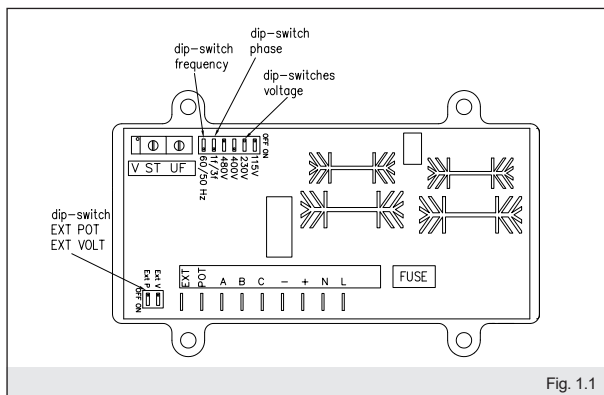
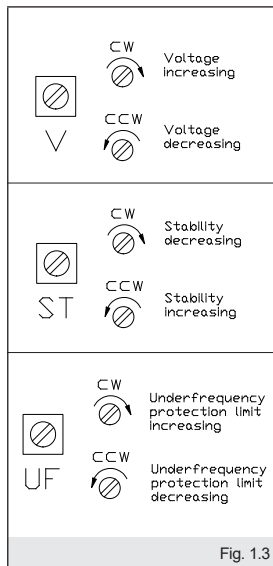

Fig. 1.1
Fig. 1.3
Impostare il DIP switch della scheda AVR in funzione della frequenza di esercizio (come indicato in fig.1.2). È possibile modificare la tensione di uscita agendo sul potenziometro "V" (vedi fig.1.3). Con il gruppo in moto alla velocità nominale, regolare fino ad ottenere il valore cercato. Se ad una piccola variazione di velocità la tensione varia, allora è necessario regolare prima la protezione di sotto-velocità.
The output voltage can be changed by adjusting potentiometer "V" (see fig.1.3). Run the generating set to its nominal speed and turn until the required voltage is obtained. If a small variation in speed causes a change in voltage, then the under speed protection should first be calibrated.
Selon la fréquence de travail (50Hz ou 60Hz), sélectionnez le dip-switch comme dans la figure 1.2. Il est possible de modifier la tension de sortie en agissant sur le potentiomètre « V » (voir fig.1.3). Avec le groupe en marche à la vitesse nominale, régler jusqu'à l'obtention de la valeur désirée. Si à une petite variation de vitesse la tension varie, il faut régler d'abord la protection de sous-vitesse. Les interrupteurs de tension de détection («dip-switches voltage» sur la fig.1.1) doivent être réglés comme suit:
Regolazione della stabilità (vedi fig.1.3): qualora si dovessero verificare delle fluttuazioni di tensione a carico, è possibile agire sul potenziometro «ST» che modula la prontezza di risposta del regolatore agli stimoli esterni, permettendo di eliminare eventuali instabilità del sistema alternatore - carico.
Regolazione della protezione della sottovelocità a 50 (60)Hz (vedi fig.1.3): portare il gruppo in rotazione regolandolo in modo da ottenere una frequenza di 46 (56)Hz. Ruotare il trimmer «UF» fino al punto in cui la tensione inizia a calare. Riportare il gruppo alla velocità nominale.
Stability adjustment (see fig. 1.3): if on load voltage fluctuations are experienced adjust potentiometer «ST», which modulates the reaction time of the regulator to external inputs, thereby eliminating any instability in the alternator-load system.
Setting of the under speed protection at 50 (60)Hz (see fig.1.3): start up rotation of the generating set adjusting it to obtain a frequency of 46 (56)Hz. Turn trimmer «UF» until the voltage begins to drop. Restore nominal speed.
Remote voltages adjustment: wire the potentiometer (5 k Ω , 1/2 W) to the free terminals «EXT POT». Set the «DIP switch Ext P» to the «ON» position and «Ext V» to the «OFF» position (see fig. 1.1). Run the generating set to its nominal speed and adjust the external potentiometer and eventually also the trimmer «V» to obtain the required voltage.
Contrôle de la stabilité (voir fig. 1.3): si des fluctuations de tension sous charge devaient se vérifier, il est possible d'agir sur le potentiomètre «ST» qui module la rapidité de réponse du régulateur aux stimulations extérieures, en permettant d'éliminer les éventuelles instabilités du système alternateur - charge.
Réglage de la protection de la sous-vitesse à 50 (60) Hz (voir fig. 1.3): porter le groupe en rotation en le réglant de manière à obtenir une fréquence de 46 (56) Hz. Tourner le trimmer « UF » jusqu'au point où la tension commence à baisser. Reporter le groupe à la vitesse nominale.
Raccordement d'un potentiomètre extérieur: enlever le cavalier des bornes et connecter le potentiomètre (5 k Ω , 0,5 W) aux extrémités libres «EXT POT». Placez le commutateur «DIP switch Ext P» sur la position «ON» et «Ext V» sur «OFF» (voir fig. 1.1). Porter le groupe à la vitesse nominale et agir sur le potentiomètre externe et éventuellement sur le trimmer «V» afin d'obtenir la tension désirée (voir fig. 1.3).
Die Ausgangsspannung kann am Potentiometer "V" verändert werden (Siehe Abb. 1.3). Bei mit Nenndrehzahl laufendem Aggregat auf den gewünschten Wert regulieren. Wenn bei geringfügiger Veränderung der Drehzahl auch die Spannung variiert, muss zunächst der Unterdrehzahlenschutz reguliert werden. Die Schaltspannungsschalter („dip-switches voltage“ in Abb.1.1) müssen wie folgt eingestellt werden:
Es posible modificar la tensión de salida actuando en el potenciómetro "V" (fig. 1.3). Con el grupo en movimiento a velocidad nominal, regular hasta obtener el valor deseado. Si con una pequeña variación de velocidad la tensión cambia, es necesario en este caso regular en primer lugar la protección de subvelocidad. Los dip-switches de la tensión de detección ("dip-switches voltage" en la figura 1.1) se deben configurar de la siguiente manera.
Stabilitäts Control (Siehe Abb. 1.3): sollten Spannungsschwankungen unter Last auftreten, kann auf den Potentiometer "ST" eingewirkt werden, welcher die Reaktion des Reglers auf externe Reize moduliert, so dass eventuelle Instabilitäten des Systems Drehstromgenerator – Last beseitigt werden.
Regelung der Unterdrehzahl auf 50 (60)Hz (Siehe Abb. 1.3): das Aggregat drehen lassen und so einstellen, dass eine Frequenz von 46 (56)Hz erreicht wird. Den Trimmer "UF" auf den Punkt verstellen, an dem die Spannung beginnt abzufallen. Das Aggregat auf Nenndrehzahl bringen.
Control de Estabilidad (fig. 1.3): si se produjeran fluctuaciones de tensión bajo carga, se puede actuar en el potenciómetro "ST" que modula la inmediatez de respuesta del regulador a los estímulos externos, eliminando eventuales inestabilidades del sistema alternador – carga.
Regulación de la subvelocidad a 50 (60) Hz (fig. 1.3): hacer girar el grupo regulándolo de manera que la frecuencia obtenida sea de 46 (56) Hz. Girar el trimmer "UF" hasta el punto en que la tensión empiece a disminuir. Poner de nuevo el grupo a la velocidad nominal.